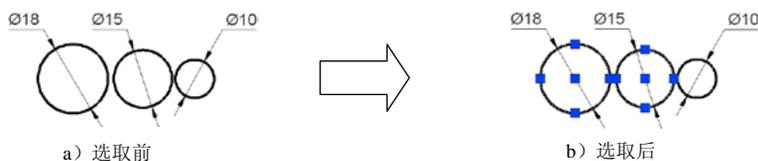

图 6.1.15 用“快速”选择的方法选取对象
- **运算符(Q)**：下拉列表和 **值(V)**：下拉列表：设置所选择特性的取值范围。运算符如图 6.1.15 所示，其中有些操作符（如“>”和“<”等）对某些对象特性是不可用的。
下面以图 6.1.15 为例，说明用快速选择方式选取图形中半径值大于 10 的圆的一般操作步骤。